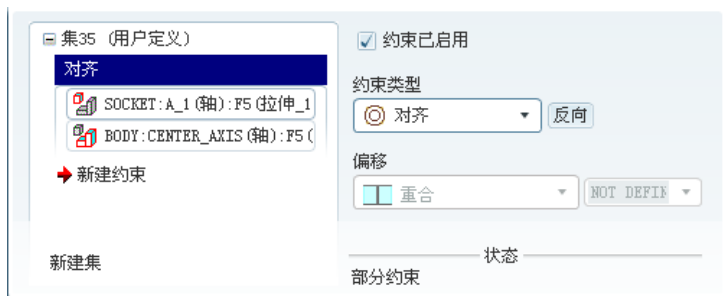

图 12.5.34 轴“对齐”约束参照
- (1) 定义轴“对齐”约束。轴  对齐 约束的参照如图 12.5.34 所示。